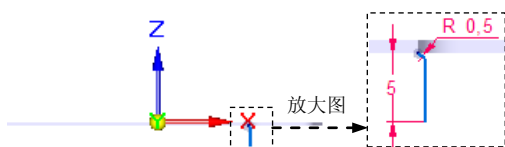
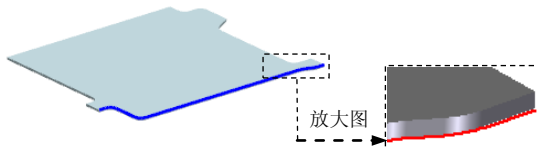

图 8.4.10 截面草图
图 8.4.11 选取延伸边线
② 绘制图 8.4.10 所示的截面草图。
③ 单击“主页”操控板中的“关闭草图”按钮 ，退出草图绘制环境。
(3) 轮廓弯边的延伸量及方向。在“轮廓弯边”命令条中单击“延伸步骤”按钮; 单击“链”按钮, 选取图 8.4.11 所示的模型边线, 单击鼠标右键。
(4) 单击按钮, 完成特征的创建。